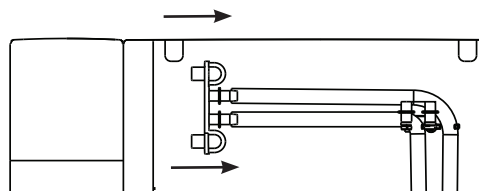

Figure 8
15. Remplacez les tuyaux de vidange sur l'arrière. Voir la figure 8.